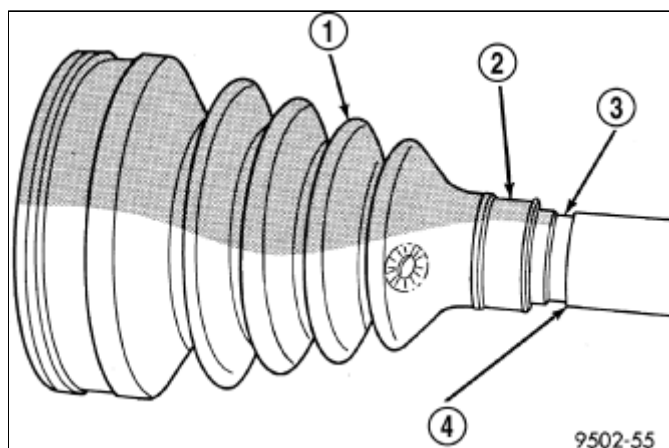

图 1 互连轴上安装密封防尘罩
1. 让内CV万向节密封防尘罩固定卡箍滑到互连轴上。然后让替换内CV万向节密封防尘罩（1）\(图 1\)滑到互连轴（4）上。内CV万向节密封防尘罩必须置于互连轴上以便密封防尘罩小直径端内的突起边缘位于互连轴上的配合槽内。